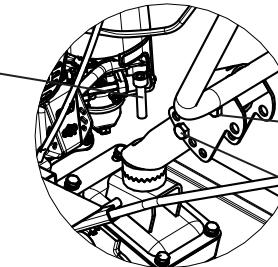

Рис. 8
- Для изменения угла наклона в вертикальной плоскости руля открутите один болт M10-6gx65 (рис. 8 поз. 1) и ослабьте затяжку второго болта (поз. 2), установите руль на нужный уровень высоты.